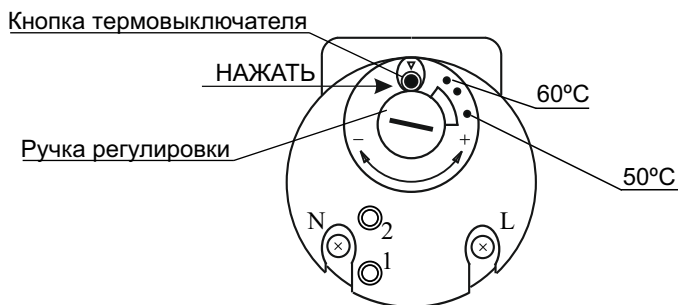

Рисунок 1 - Лицевая панель терморегулятора со встроенным термовыключателем без самовозврата для моделей **4W20Vs, 4W30Vs, 4W40Vs, 4W50Vs.**
- снять защитную пластмассовую крышку и повернуть ручку регулировки (поворотом ручки против часовой стрелки температуру увеличивают, поворотом ручки по часовой стрелке - уменьшают, см. рисунок 1);